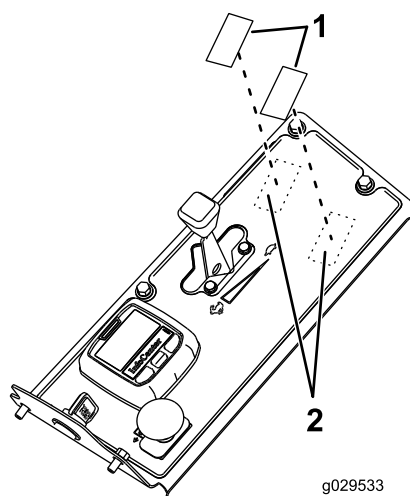

Рисунок 23
- Найдите и удалите с верхней части панели управления две выбивные заглушки (Рисунок 23).